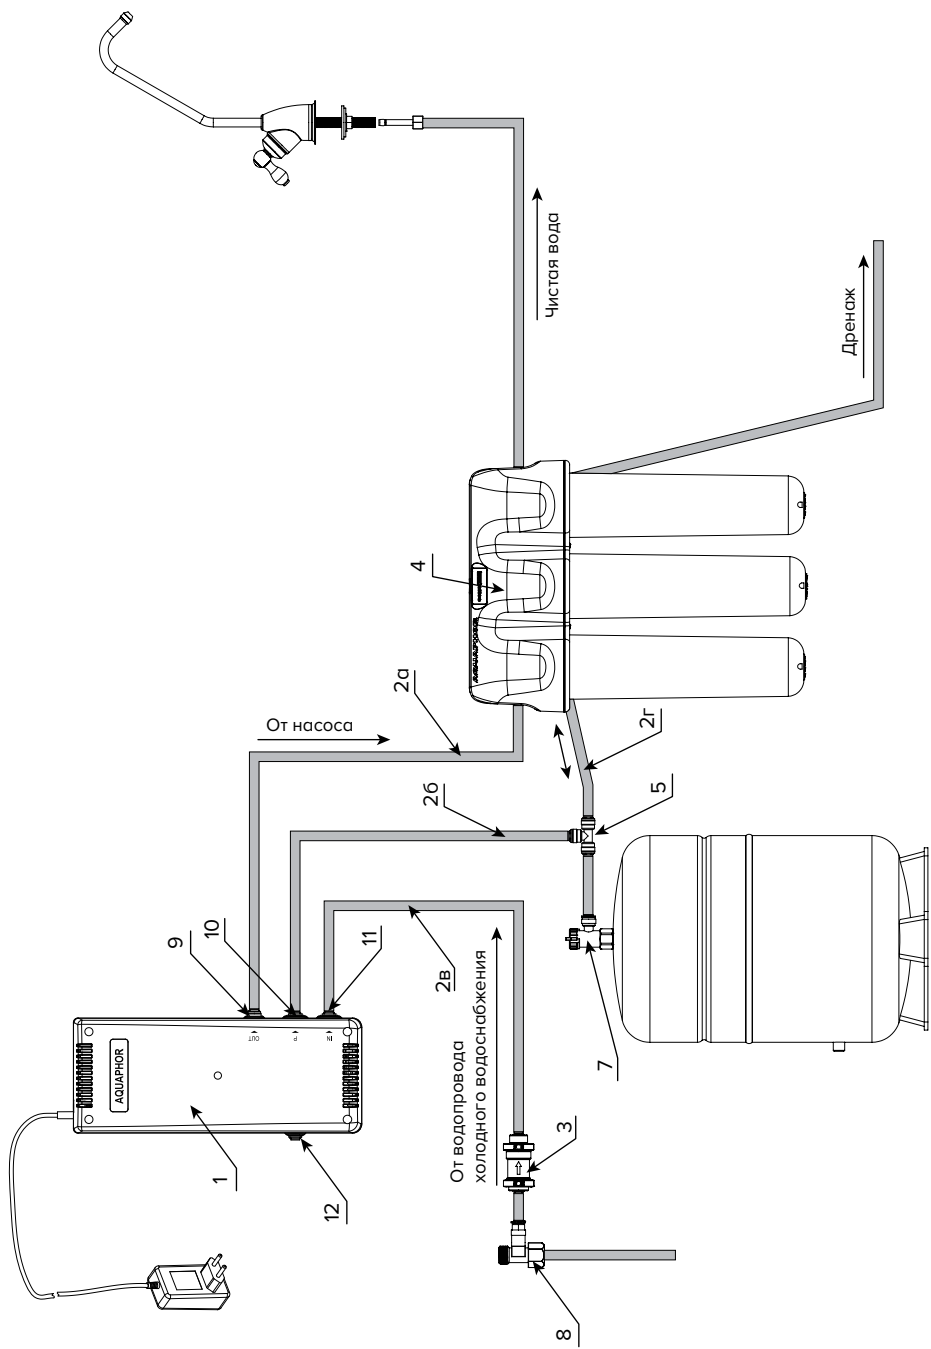

Рисунок 8. Схема подключения КПД водоочистителю Аквафор ОSMO Pro 50 (OSMO Pro 100)
## **ПОДКЛЮЧЕНИЕ КПД К ВОДООЧИСТИТЕЛЮ АКВАФОР OSMO Pro 50 (OSMO Pro 100) (рис. 8)**
- Отсоедините трубку JG (2а) от штуцера узла подключения (8).
- Трубку JG (2а) подсоедините к штуцеру (9) КПД.
- Трубку с редуктором (3) подсоедините к штуцеру узла подключения (8). Убедитесь, что направление стрелки на корпусе редуктора соответствует показанному на рис. 8. Далее соедините редуктор со штуцером (11) КПД трубкой JG (2в).
- Отсоедините трубку (2г) от выходного штуцера крана накопительного бака (7). На ее место установите трубку с тройником из комплектации КПД (5).
- К свободным выходам тройника подсоедините трубки (2г) и (2б). Затем второй конец трубки (2б) подсоедините к штуцеру (10) КПД.